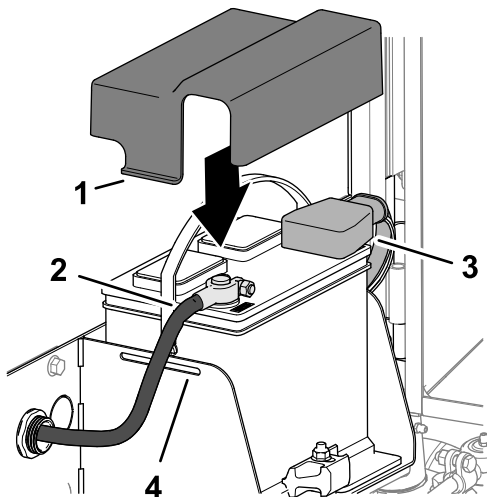

Figura 92
- Conecte el cable positivo (rojo) al borne positivo (+) de la batería (Figura 92).